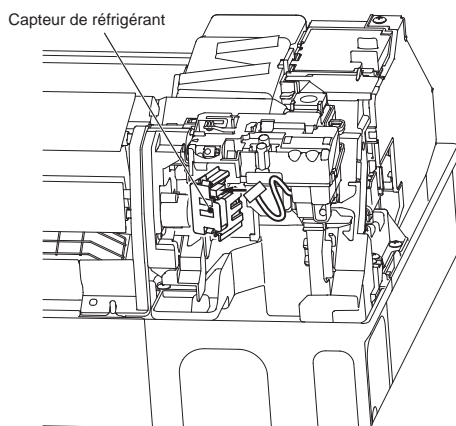

Fig. 2
- 3) Raccordez le fil conducteur au capteur de réfrigérant. (Fig. 2)